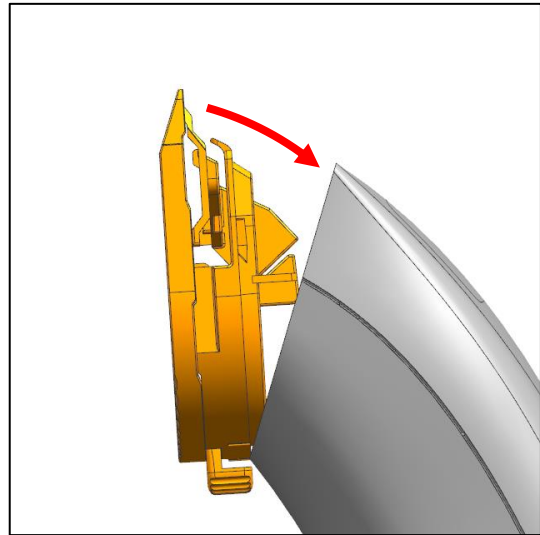

Abb. 27
- b) Drücken Sie den Schneidsatz auf das Gehäuse bis ein „Klicken“ zu hören ist (Abb. 27). Der Schneidsatz ist nun auf dem Gehäuse verrastet.